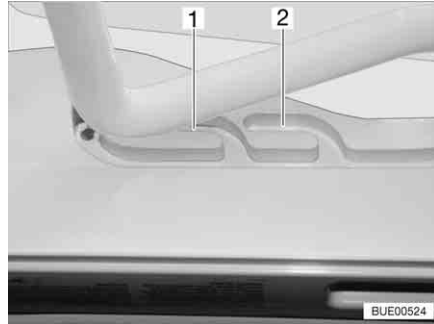
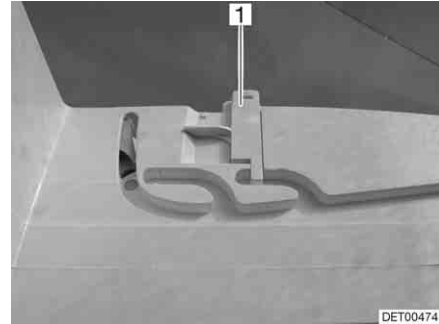

Fig. 89 Lanterneau Heki en position de ventilation
Fig. 90 Verrouillage position de ventilation
Il est possible d'amener le lanterneau Heki en deux positions de ventilation : Position pour mauvais temps (Fig. 89,1) et position intermédiaire (Fig. 89,2). Selon l'équipement, il est possible de verrouiller le lanterneau en position intermédiaire avec les deux verrous (Fig. 90,1) à gauche et à droite du cadre du lanterneau.
- Pousser légèrement l'étrier vers le haut, le pousser dans la glissière choisie (Fig. 89,1 ou 2) et le verrouiller si nécessaire.